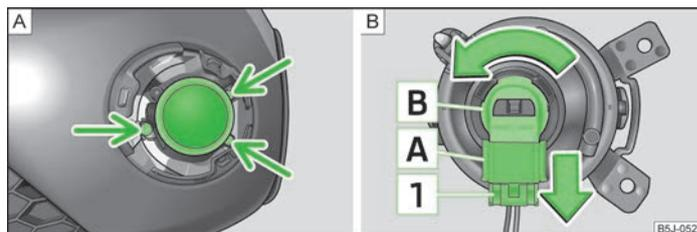

Abb. 149 Vorderer Stoßfänger: Nebelscheinwerfer / Nebelscheinwerfer: Glühlampe wechseln
- Mit dem Schraubendreher » Seite 159, *Bordwerkzeug* die Schrauben » Abb. 149 - **A** herausdrehen.
- Die Sicherung **T1** » Abb. 149 des Steckers **A** drücken und den Stecker aus der Fassung **B** herausziehen.